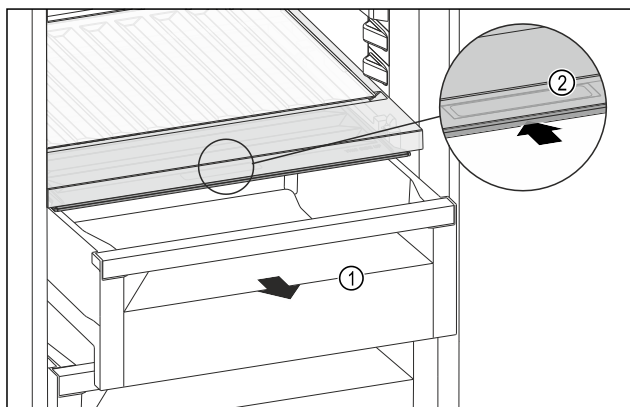

Fig. 157
- Húzza ki a fiókot Fig. 157 (1).
- Fogja meg a sülyesztett fogantyút Fig. 157 (2) a rekeszfedélen, és ezzel egy időben tolja hátra a rekeszfedelet.